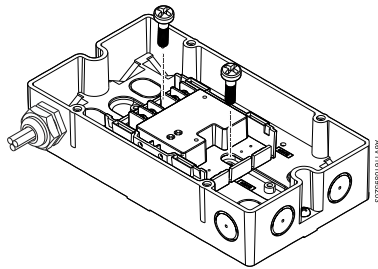

图6
监视输入线路的“开路”或者“开路及短路”故障。为实现上述功能，须在输入线路上正确连接终端电阻（如图 6）。当输入线路发生短路时，向控制器发出故障信号。输入信号应为无源信号。
- 安装在控制器或开关柜外面：使用 FDCH221 保护盒（图 6）（需单独订购）。
5. 使用两颗 M3 x 12 螺钉将模块固定在保护盒内（图 6）。